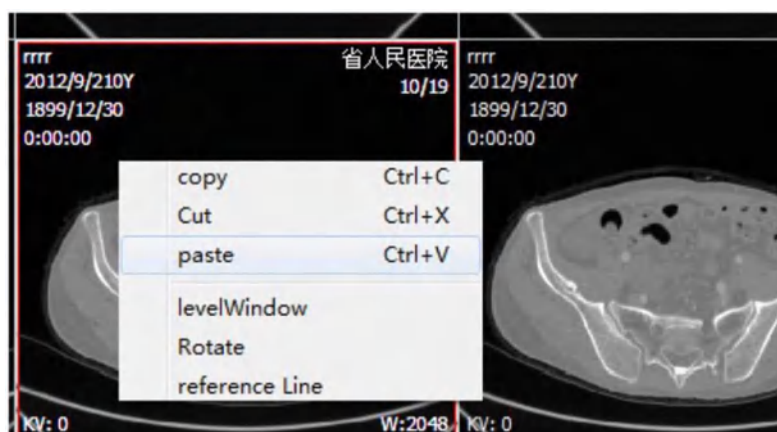

Рисунок 9-21 Копирование изображения
4. Нажмите правую клавишу мышки и в всплывшем контекстном меню выберите [Вставить] [Paste], чтобы завершить копирование изображения (см. рис. 9-21).